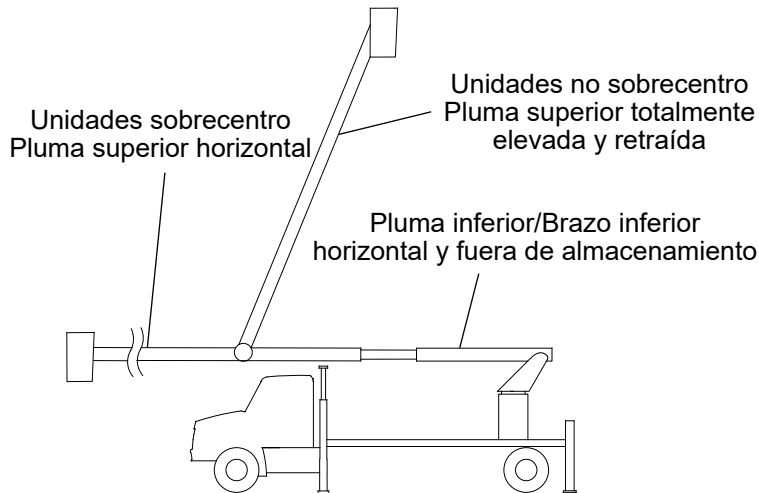

Figura 1 — Dispositivos aéreos excepto Serie AH/HL
2. Coloque las plumas como se muestra en la Figura 1 o 2, según el tipo de unidad.
4. Repita los pasos 2 y 3 dos veces más y finalice con las plumas como se muestra en la Figura 1 o 2, según el tipo de unidad.